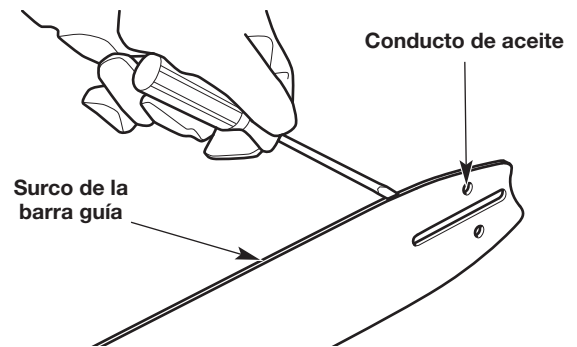
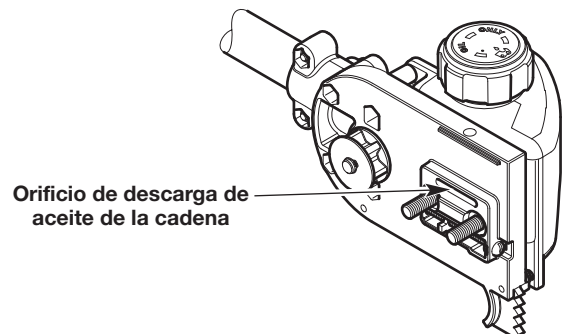

Fig. 18
Fig. 19
2. Limpie la canaleta de la barra de guía y los pasos de aceite siempre que se extraiga la cadena, cuando la unidad se ha usado mucho o cuando la cadena de la sierra parece estar sucia. Use un destornillador, una espátula, un cepillo de alambre o similar para retirar los residuos de la canaleta de la barra de guía (Fig. 18). Utilice un alambre liso y pequeño para eliminar cualquier desecho del orificio de descarga de aceite de la cadena (Fig. 19).